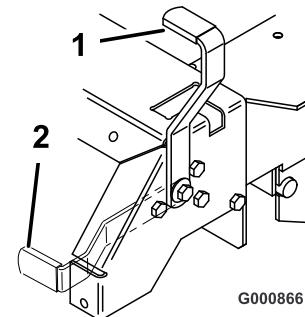

Bild 7
- Ziehen Sie den Feststellbremsshebel nach hinten und oben, um die Feststellbremse zu aktivieren (Bild 7). Der Feststellbremsshebel muss fest in der aktivierte Stellung bleiben.
Drücken Sie den Feststellbremsshebel nach vorne und unten, um die Feststellbremse zu lösen (Bild 7).